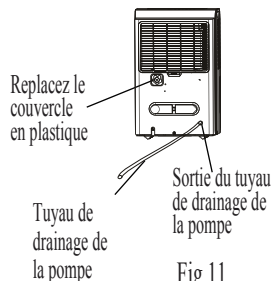

Fig.11
- Retirez le tuyau de drainage continu de l'appareil et replacez le couvercle en plastique sur la sortie du tuyau de drainage continu en le tournant dans le sens des aiguilles d'une montre (voir fig. 11).
- Insérez le tuyau de drainage de la pompe dans la sortie du tuyau de drainage de la pompe à une profondeur minimale de 15mm (voir fig. 11), puis raccordez le tuyau au siphon de sol ou à un équipement de drainage approprié. Appuyez sur la touche PUMP sur l'appareil pour activer la pompe. Lorsque le réservoir est plein, la pompe commence à fonctionner.